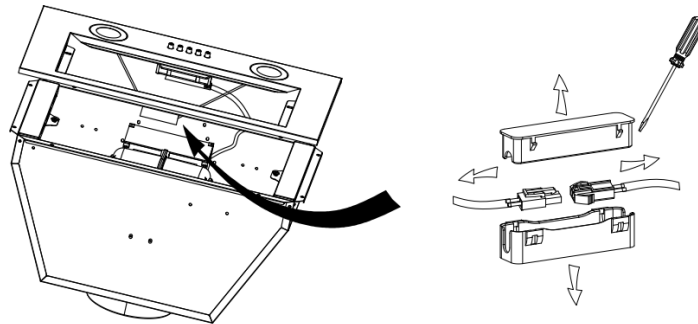

Рис.3
4. Используйте плоскую отвертку, чтобы открыть клеммную коробку, вынуть разъем лампы и отсоединить его. См. рис. 3.
- Способ 2. С помощью прямой отвертки поднимите нижний край светодиодной лампы, см. рис. 3, затем слегка вытяните светодиодную лампу и соединительный провод лампы. См. рис. 2.